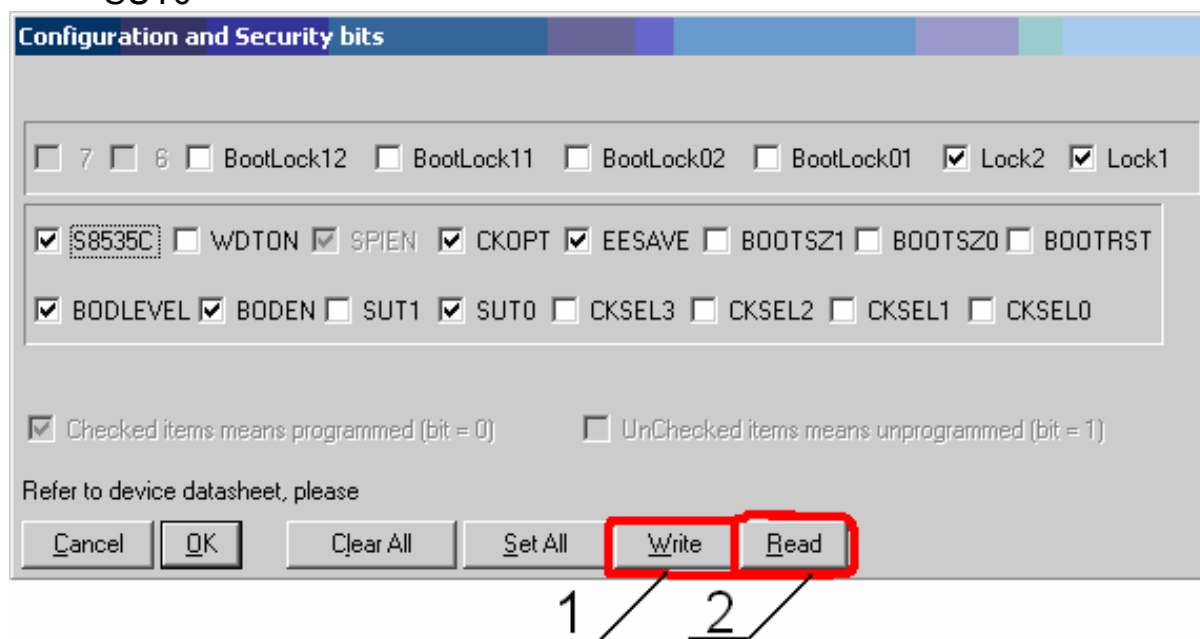

Рис. 6 – Окно Security and Configuration Bits.
3.11 В появившемся окне (рисунок 6) нажать Read (позиция 2). По завершении процесса чтения должны быть включены флаговые управляющие элементы:
3.13 Нажать кнопку Write (см. рисунок 6, позиция 1).